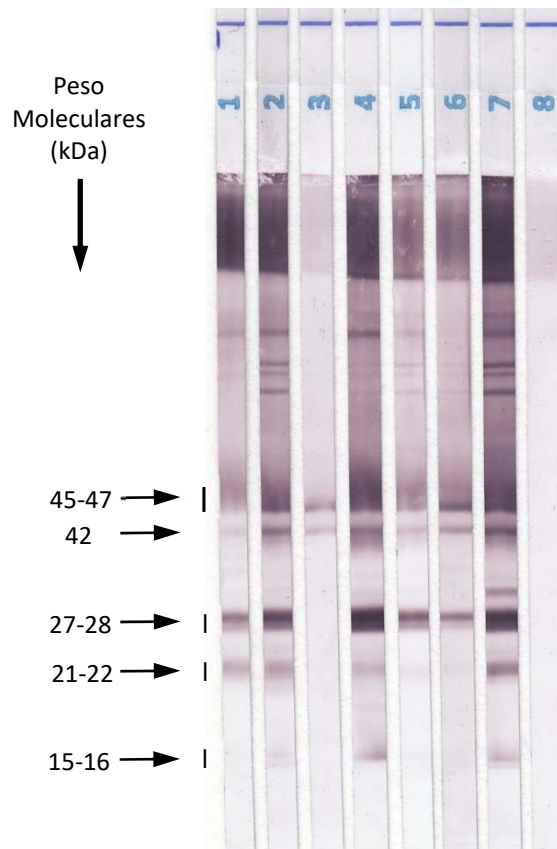

Fig. 1: Exemplos de resultados positivos e negativos
- 5 bandas estão mais frequentemente presentes: **P15-16**, **P21-22**, **P27-28**, **P42** e **P45-47** a pesos moleculares correspondentes (ver fotografia na **Fig. 1**).